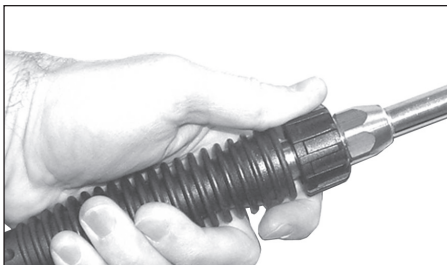

Figure 8 - Fixer la lance au pistolet
1. Fixez la lance au pistolet (voir la figure 8).